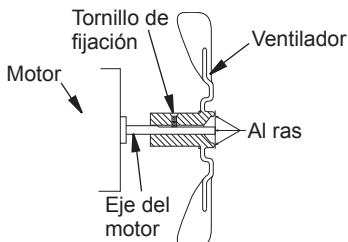

Figura 8 - Sección transversal del ventilador
6. Vuelva a colocar el ventilador en el eje del motor. Coloque el núcleo del ventilador al ras con el extremo del eje del motor (consulte la figura 8).